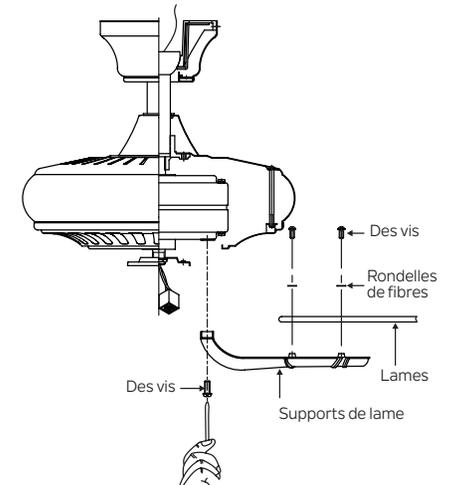

Fig. 15
Étape 1. Fixez une lame sur un support de lame à l'aide des vis et des rondelles en fibre fournies. (Fig. 15)
Étape 2. Fixez chaque lame au moteur à l'aide des vis de montage "Préinstallées" dans le support de lame. (Fig 15)